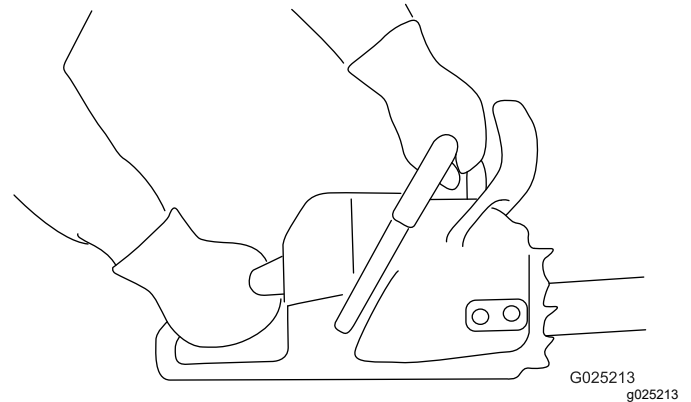

Figura 13
1. Agarre la motosierra con las dos manos, con la mano izquierda en la empuñadura delantera y la mano derecha en la empuñadura trasera, como se muestra en Figura 13.
- Sujete la motosierra como se muestra en la Figura 13.
1. Sujete la motosierra como se muestra en la Figura 13.